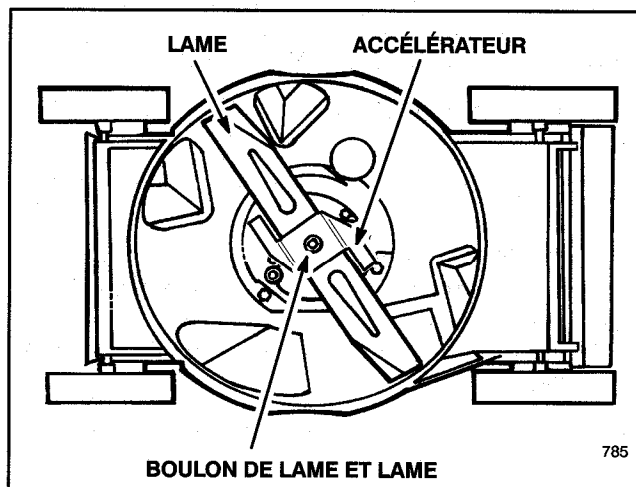

Figure 15
3. Retourner la tondeuse sur le côté droit (Fig. 15). Évitez de tourner la lame. Des problèmes de démarrage peuvent en résulter.
5. DÉPOSE DE LA LAME—saisir l'extrémité de la lame avec un chiffon ou un gant épais. Retirer le boulon de lame, la rondelle frein, l'accélérateur de lame et la lame (Fig. 15).